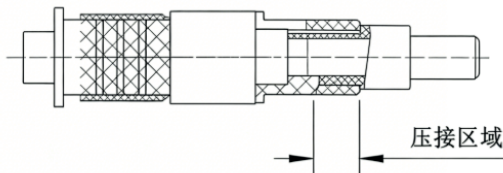

图44
⑦如图44所示，使用M22520/5-01工具压接中间的插针接触件，使用冲模Y631B(将中间的接触件压接到白色导线上)。